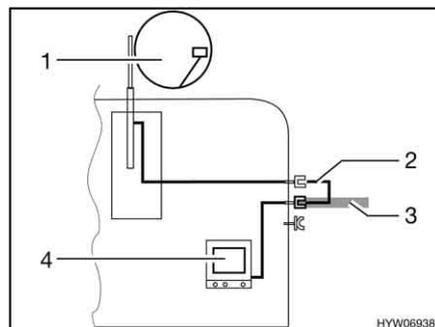

Fig. 171 TV nel veicolo
- TV nel veicolo (Fig. 171,4): Collegamento all'antenna del tetto (Fig. 171,1) con cavo di collegamento (Fig. 171,2)
- TV nel veicolo (Fig. 171,4): Collegamento a antenna esterna (Fig. 171,3)